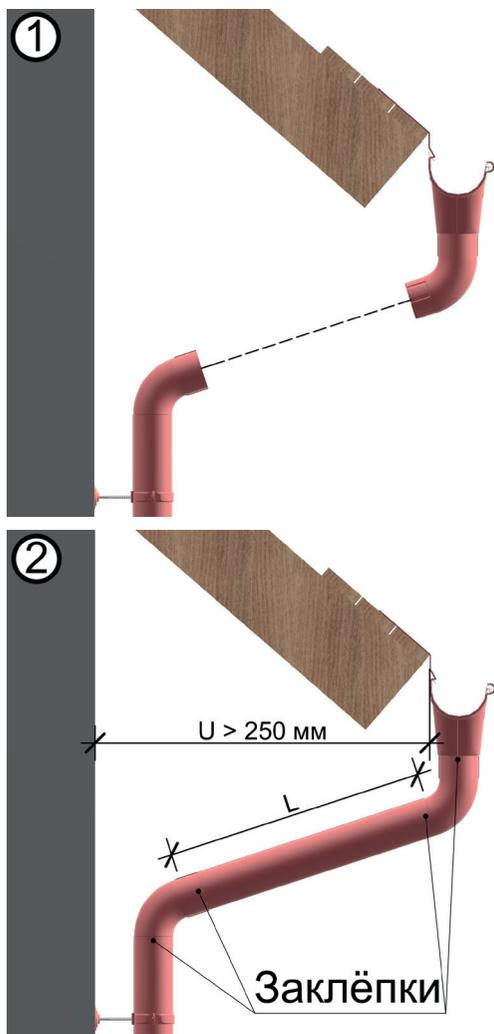

Рис. 17 Организация перехода от карнизной части здания к его фасаду
11.2.2 Установите ответное колено таким образом, чтобы отверстие в раструбе колена находящегося на фасаде лежало на одной линии с отверстием колена исходящего из воронки (рис. 17, ч. 1).
11.2.3 Если ширина карнизного свеса ( $U$ ) более 250 мм, то между колен дополнительно следует установить водосточную трубу, длина ( $L$ ) которой определяется на месте (рис. 17, ч. 2).